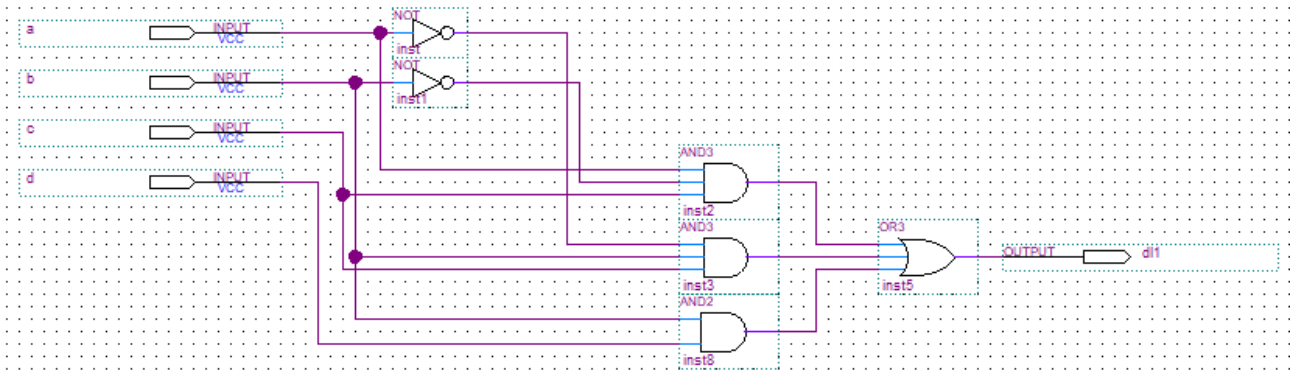

Figura 8
- Para conectar los distintos componentes hacer click en uno de los terminales de la compuerta y arrastrar el mouse hasta el punto que se desea conectar, al final llegaremos a un diseño similar a la Figura 8.